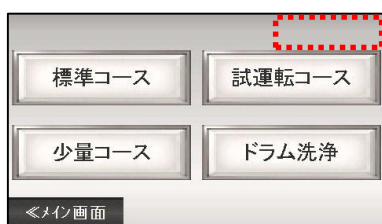

図7-32
- 修正画面の左上隅を3秒間押すとプログラムクリア画面に切り替ります。(図7-32)